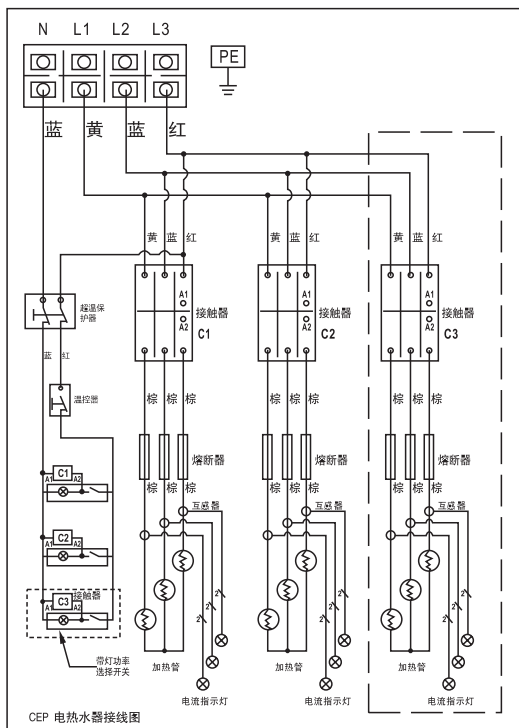

图 4
- ◆ 热水器设置有六组或九组加热管，电气接线如图 4 所示。安装时需要接入的是电源线，电源线应选用优质铜芯线，其规格应根据热水器的最大功率、敷设方式、环境温度等来确定。